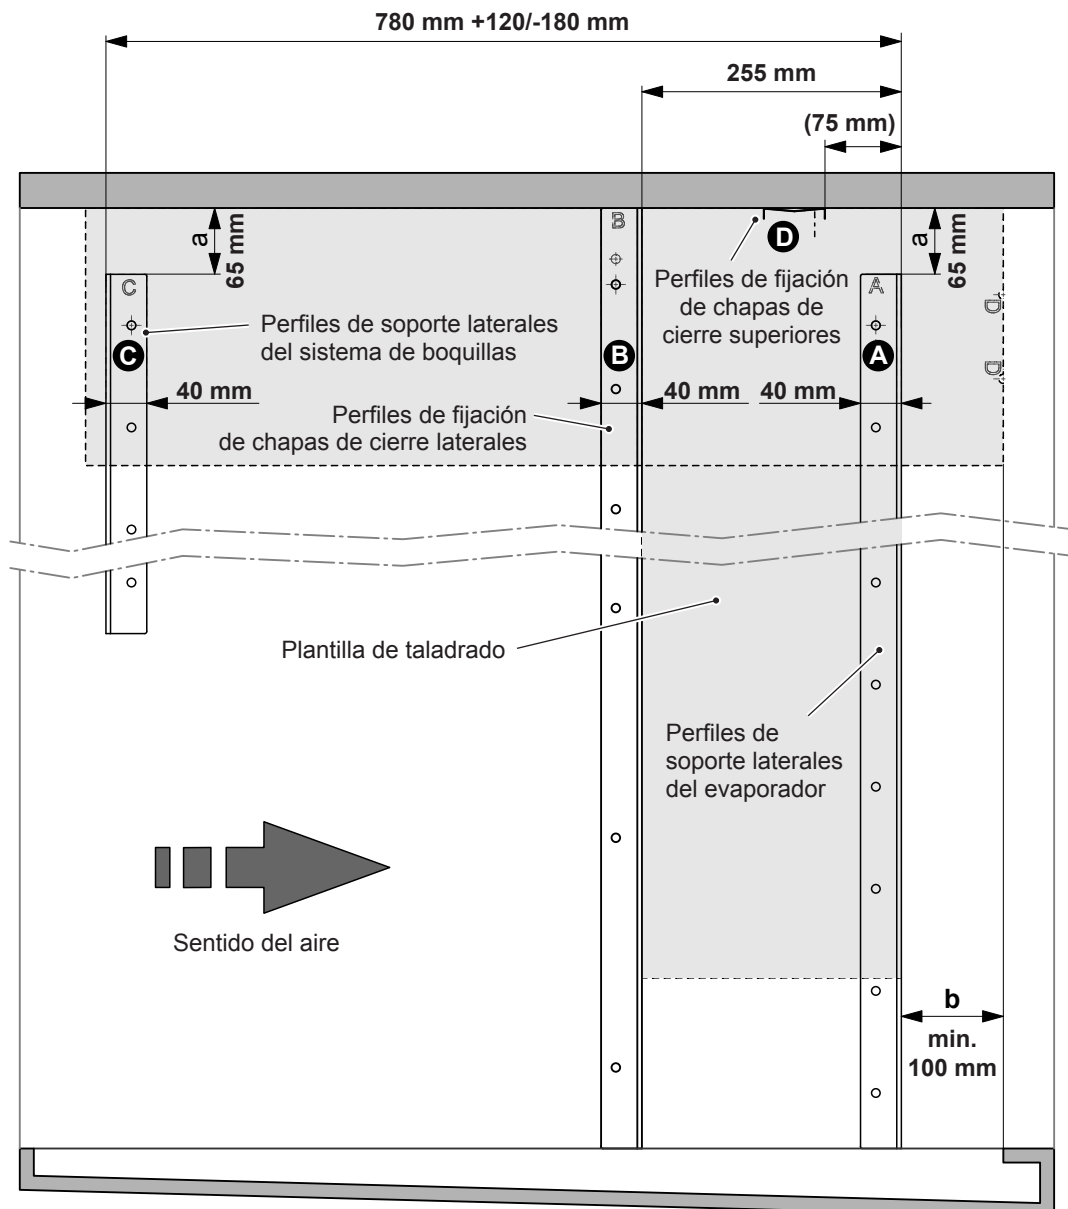
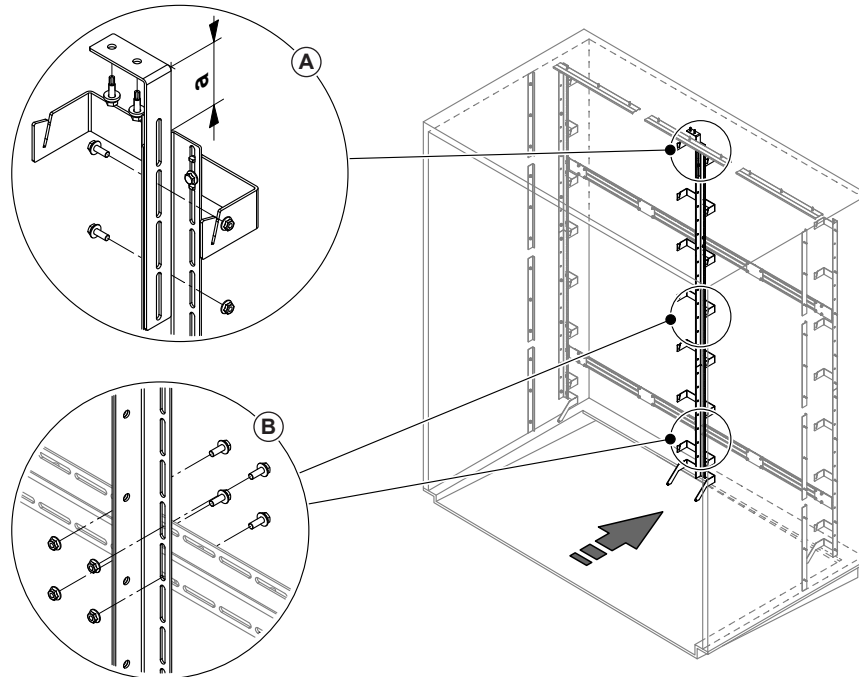

Fig. 5: Posicionamiento de los elementos de fijación (vista lateral)
Fig. 12: Montaje de lo(s) apoyo(s) vertical(es)
- Si es necesario, afloje las uniones atornilladas con las que están fijados los retenes angulares en los apoyos verticales y desplace los retenes angulares de manera que la distancia entre el lado del retén angular y la esquina superior del apoyo vertical sea la misma distancia "a" que de la esquina superior de los dos perfiles de soporte al techo del canal (véase la Fig. 5 y el detalle A en la Fig. 12). A continuación, vuelva a apretar las uniones atornilladas.
- Marque la(s) posición/posiciones horizontal(es) del/de los apoyo(s) vertical(es) en las traviesas (en el centro si se cuenta con 1 solo apoyo, distribuidas regularmente a lo ancho si existen varios apoyos verticales). Enganche seguidamente el/los apoyo(s) vertical(es) con el retén angular arriba desde delante (según el sentido de flujo) a las traviesas, empújelos a tope hacia arriba y fíjelos a las traviesas con cuatro tornillos M6 x 16 mm y cuatro tuercas ver detalle B en la Fig. 12. Apriete los tornillos solo levemente.
- Fije el retén angular del/de los apoyo(s) vertical(es) al techo del canal con dos tornillos perforadores de 6,3 x 25 mm (ver detalle A en la Fig. 12).